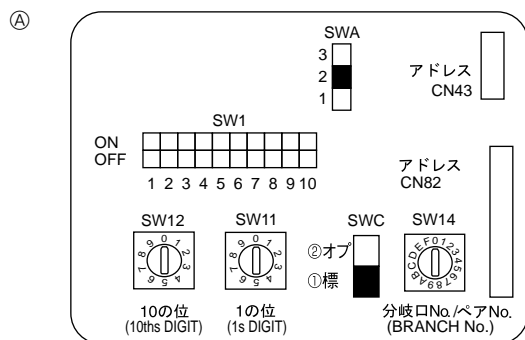

Fig. 6-4
③ Controlador remoto inalámbrico (al instalar un receptor de señales inalámbrico)
6.5. Configuración de las direcciones (Fig. 6-4)
6.6. Ajuste del interruptor según la altura del techo (Fig.6-4)
6.7. Captar la temperatura de la sala con el sensor incorporado en el mando a distancia (Fig.6-4)